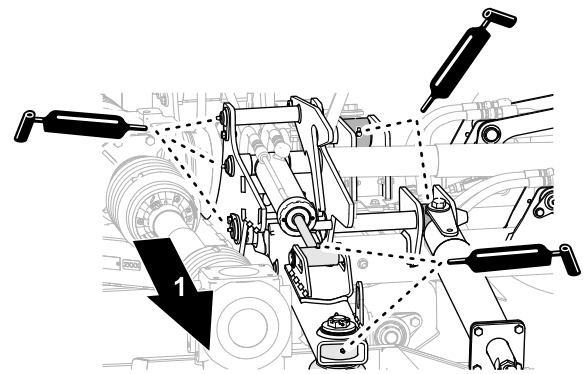

Figure 52
- Appliquez la graisse spécifiée sur les bras de levage, les vérins hydrauliques et les jambes de force de plateaux de coupe gauche et droit (Figure 52).